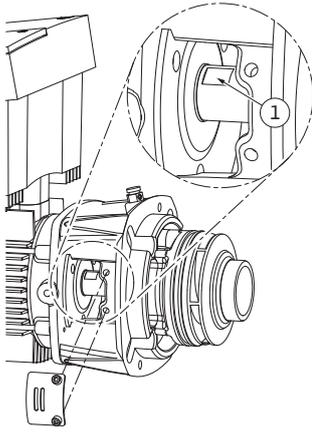

Fig. 52: Planos de llave en el eje
15. Introduzca una llave de boca fija (entrecaras óptimo de 22 mm) en la ventanilla de la linterna y sujete el eje por los planos de llave (Fig. 52, pos. 1). Desatornille la tuerca del rodete (Fig. 7, pos. 15). El rodete (Fig. 7, pos. 16) se retira automáticamente del eje.
24. Para el montaje del rodete introduzca en la ventanilla de la linterna una llave de boca fija (entrecaras óptimo de 22 mm) y sujete el eje por los planos de llave (Fig. 52, pos. 1).